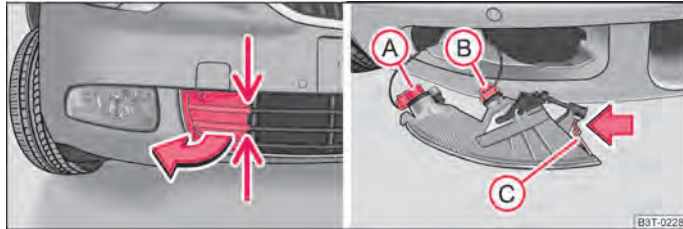

Abb. 206 Vorderer Stoßfänger: Abdeckung / Nebelscheinwerfer mit Tagfahrlicht
- Greifen Sie die Abdeckung an den mit Pfeilen gekennzeichneten Stellen ⇒ Abb. 206 - links an und nehmen Sie diese heraus.
- Führen Sie die Hand in die Öffnung, in der sich die Abdeckung befand, und drücken Sie die Federfalle C ⇒ Abb. 206.